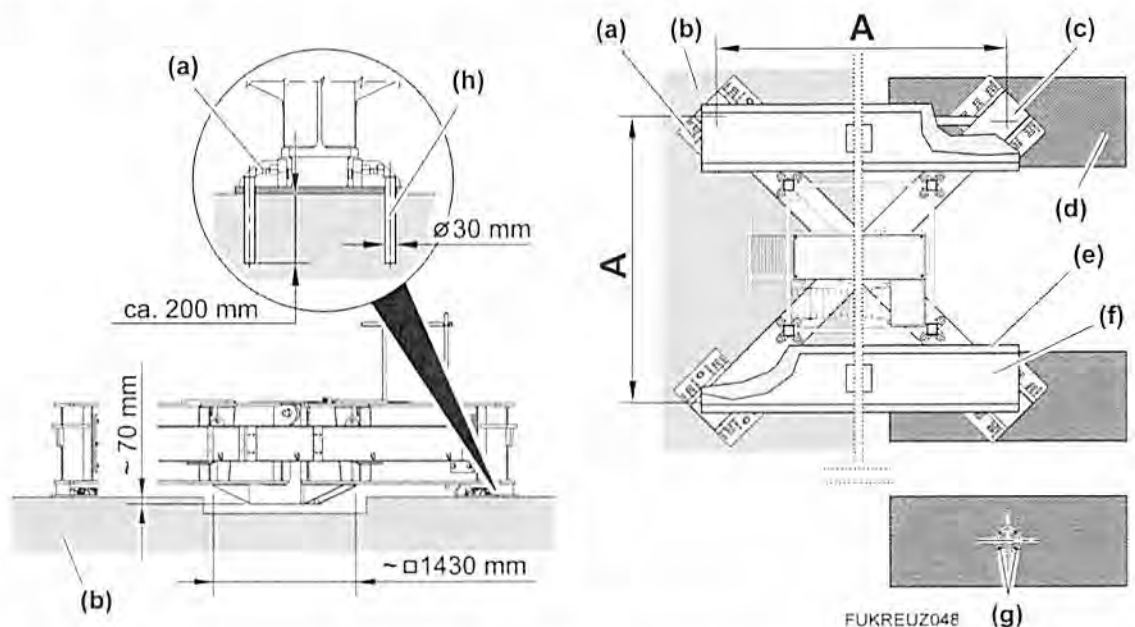

Fig. 121: Einsatzversionen für 140 HC Standard-Fundamentkreuz
- Das Maß A ist eingehalten. (siehe: Fig. 121, Seite 171) (siehe: Tab. 87, Seite 171)
- Bei Einsatzversion mit Ankerschuhen ist eine ausreichende Aussparung der Bodenplatte für das Fundamentkreuz gewährleistet. (siehe: Fig. 121, Seite 171)